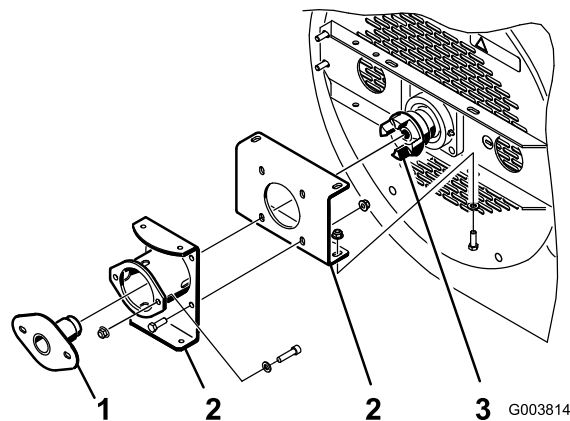
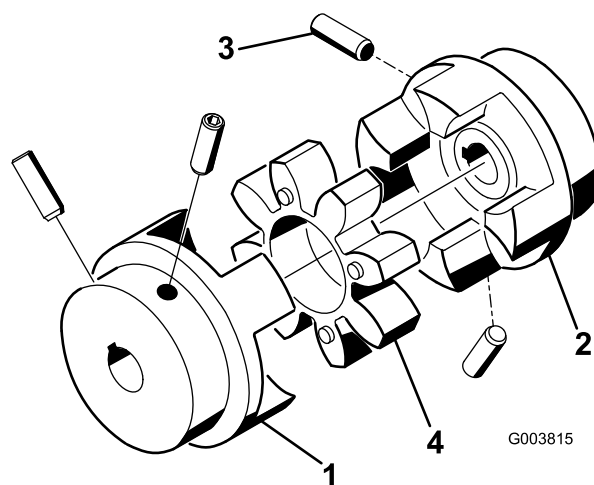

Figura 9
Figura 10
1. Los soportes de montaje deben estar instalados en la carcasa del soplador, con los pernos y las tuercas sin apretar (Figura 9).
2. Introduzca la herramienta de alineación del cojinete a través de los soportes de montaje, hasta el acoplamiento del ventilador (Figura 9). Asegúrese de que la araña de acoplamiento (Figura 10) no está dentro del acoplamiento.
- Los tornillos de fijación que sujetan los acoplamientos del motor y del eje del ventilador (Figura 10) deben apretarse a 6,5-9,2 Nm.